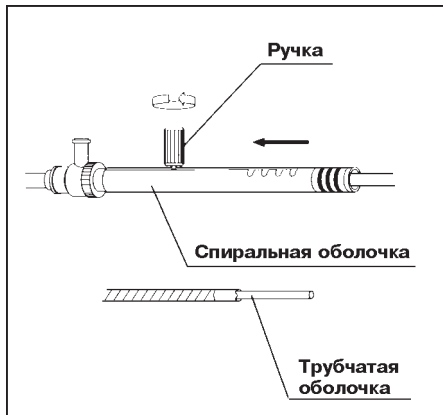

Рис. 3.8.
2. Освободите ручку спиральной (проволочной) оболочки, поворачивая её по часовой стрелке, затем переместите ручку в проксимальном направлении до упора, как показано на рис. 3.8. Для фиксации скользящего участка затяните ручку, поворачивая её против часовой стрелки.